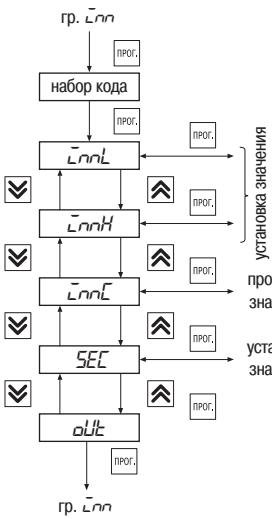

Рис. 20
6.2.2.7. Группа «*Lop*» предназначена для задания числа импульсов при перемещении задвижки или затвора из одного концевого положения в другое (рис. 20). Код доступа для этой группы «\_55».